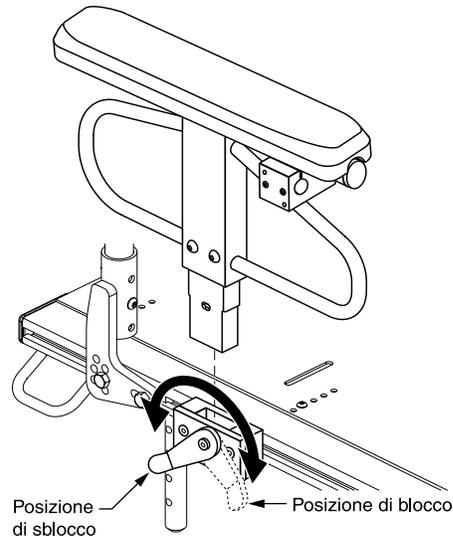

Figura 5. Rimozione del bracciolo
1. Far ruotare la leva di blocco all’indietro. Si veda figura 5.
5. Installare il bracciolo nell'apposito meccanismo di blocco. Si veda figura 5.